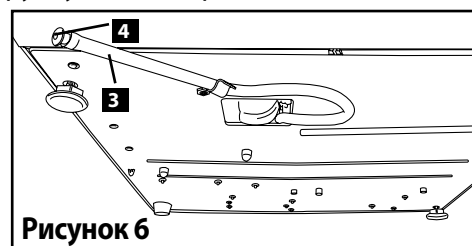

Рисунок 6
2. Через сливную трубку (см. раздел 3.5 Заполнение насоса, рис. 6) слейте содержимое резервуара в емкость для воды.